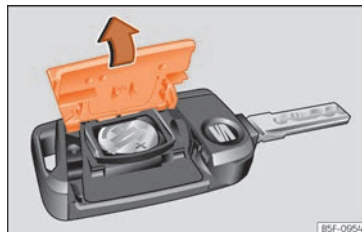

Fig. 80 Clé du véhicule : ouverture du cache du logement des piles.
- Retirez le couvercle de la partie arrière de la clé du véhicule »» fig. 80 dans le sens de la flèche »» ❶.
- Placez le couvercle comme indiqué »» fig. 80, et appuyez-le sur le boîtier de la clé du véhicule dans le sens contraire de la flèche jusqu'à ce qu'il s'encastre.